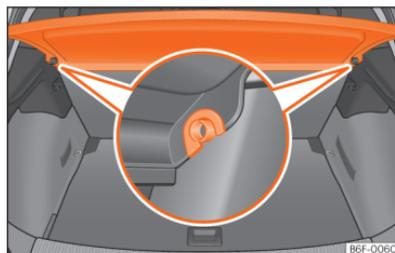

Fig. 146 Na bagageira: desmontar e montar a chapeleira.
- Desencaixe a chapeleira dos suportes laterais »» Fig. 146 puxando-a para cima e retire-a.
- Introduza a chapeleira horizontalmente fazendo coincidir a «fechadura» sobre o eixo dos suportes »» Fig. 146, e pressione para baixo até que encaixe.